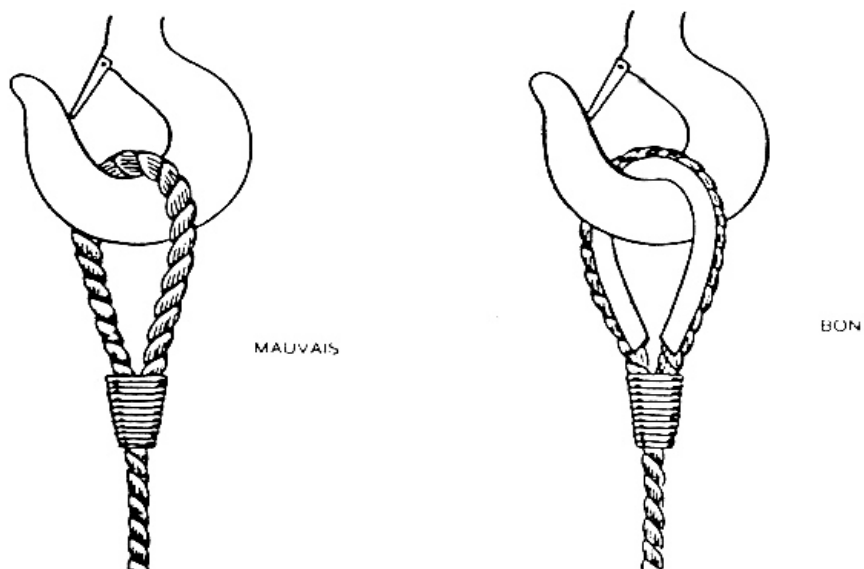

Figure 3 – Placer une cosse dans les boucles de tous les câbles de levage
- Toujours placer une cosse dans les boucles des câbles. Lorsqu'un câble est attaché à un crochet, à anneau ou à un moufle, il faut placer une cosse dans la boucle ou l'œil pour diminuer l'usure du câble et pour réduire les contraintes qui se créent dans le câble lorsque celui-ci est plié sur un objet de très petit diamètre (voir figure 3).